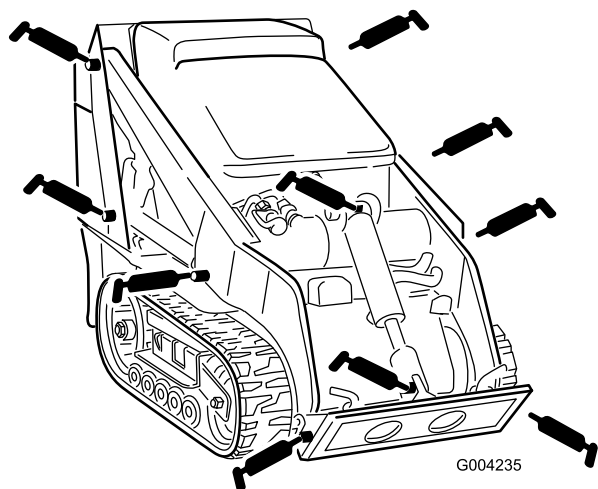
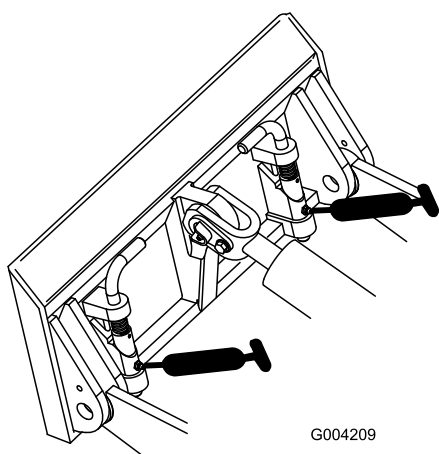

Figura 31
Figura 32
3. Collegate un ingrassatore a pressione a ciascun ingrassatore (Figura 31 e Figura 32).